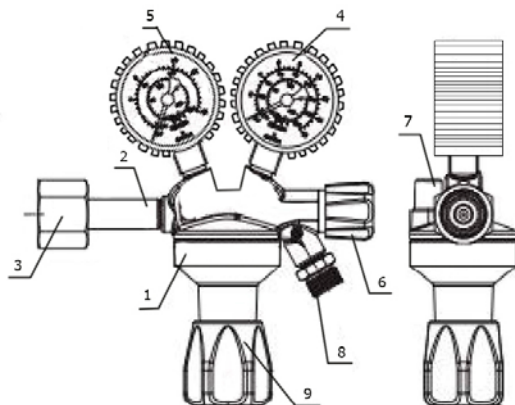

Рис. 1. Схема редуктора баллонного газового TECH CONTROL OX (кислород), CD (углекислота), UNI (аргон, азот, гелий).
**Для кислородного** - на редукторе установлены показывающие устройства: для определения давления в рабочей камере – на 1,25 МПа ( $12,5 \text{ кгс/см}^2$ ) и для определения давления в баллоне – на 20 МПа ( $200 \text{ кгс/см}^2$ ) (см. рис. 1).
**Для углекислотного** - на редукторе установлены показывающие устройства: для определения давления в рабочей камере – на 0,6 МПа (6 кгс/см2) и для определения давления в баллоне – на 10 Мпа (100 кгс/см2) (см. рис. 1).